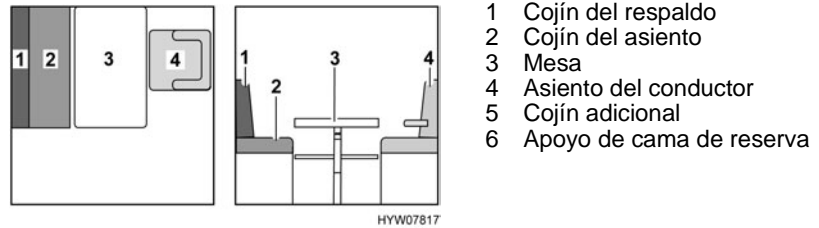
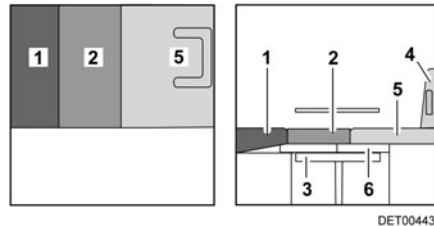

Fig. 97 Antes de la transformación
Fig. 98 Después de la transformación
- Girar el asiento del conductor (Fig. 97,4) y empujarlo completamente hacia adelante.
- Transformar la mesa (Fig. 97,3) en base de cama (véase apartado 7.7).
- En caso de que el vehículo posea un apoyo de cama de reserva (Fig. 98,6), quitar el cojín del respaldo (Fig. 97,1) y el cojín del asiento (Fig. 97,2) y ponerlos a un lado.
- Según el modelo, colocar el apoyo de cama de reserva entregado (Fig. 98,6) en la mesa. En esto, apoyar el borde delantero del apoyo de cama de reserva directamente en el asiento del conductor o en la diagonal de la cabina del conductor.
- Colocar el cojín adicional (Fig. 98,5) sobre el asiento del conductor.
- Colocar el cojín del asiento (Fig. 98,2) en la mesa.
- Colocar el cojín del respaldo (Fig. 98,1) entre el cojín del asiento y la pared dorsal. Tener en cuenta la forma de cuña.
- De ser necesario, volver a empujar el asiento del conductor (Fig. 98,4) hacia atrás.